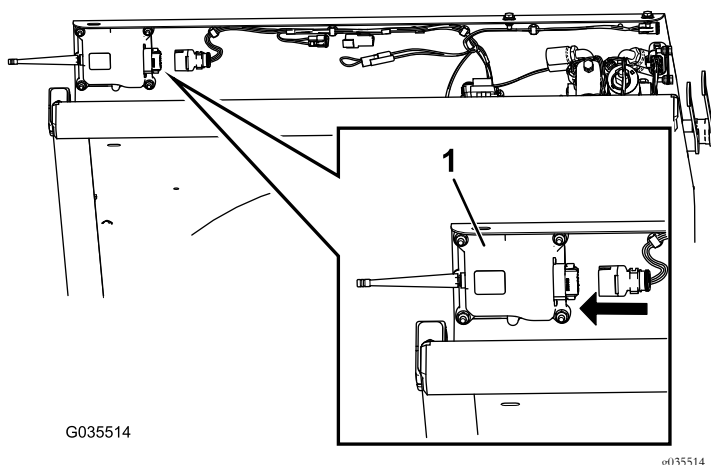

Figure 12
1. Localisez le côté contrôleur RF2CAN du faisceau de câblage et branchez-le au contrôleur RF2CAN (Figure 12).